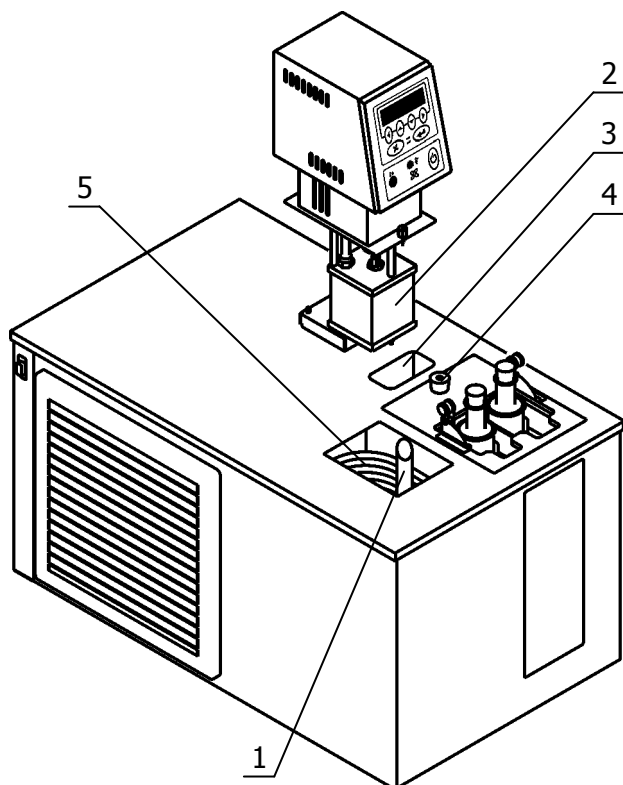
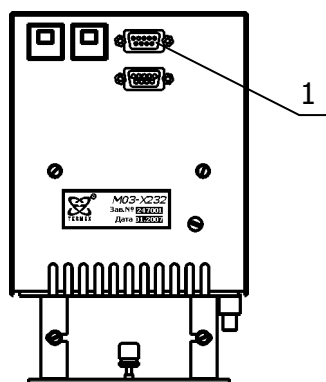
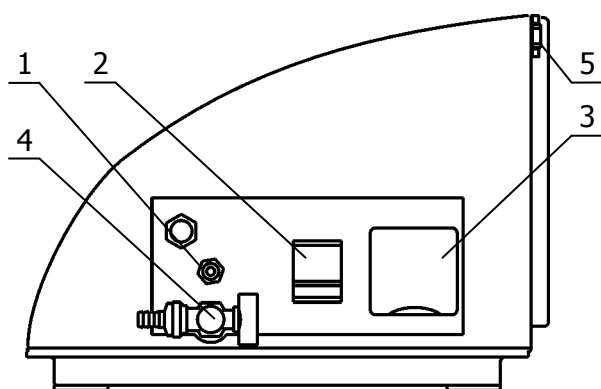

Рисунок 3 — Установка блока регулирования температуры
Рисунок 4 — Задняя панель блока регулирования температуры
Рисунок 5 — Задняя панель корпуса термостата
2.2.3 Вставить выходную трубку 1 (рисунок 3) в соединительную муфту в основании ванны термостата коническим концом вверх, как показано на рисунке 3. Блок регулирования резервуаром 2 насадить сверху на трубку 1, преодолевая при необходимости сопротивление витков теплообменника 5. Погрузить его в ванну до упора и зафиксировать винтовыми фиксаторами на крышке термостата. Соединить блок регулирования температуры (разъем 1, рисунок 4) и холодильную машину (разъем 5, рисунок 5) кабелем из комплекта поставки. К переливному патрубку 1 (рисунок 5) присоединить сливной шланг и опустить его в ёмкость объемом не менее 1.5 л для сбора излишков теплоносителя.
2.2.4 Заполнить ванны термостата теплоносителем (учитывая диапазон температур регулирования, 1.2.8) через одно из отверстий в крышке корпуса термостата. Заполнять ванны следует до момента начала слива теплоносителя из патрубка 1 (рисунок 5).
2.2.5 Вставить вилку сетевого кабеля блока регулирования температуры в розетку 3, расположенную на задней панели ванны термостата (рисунок 5). Подключить термостат к однофазной питающей сети напряжением 220 В. Для этого в лабораторном помещении должна быть установлена электрическая розетка из комплекта поставки термостата.
2.2.6 Светильник из комплекта поставки вставить в отверстие 3. Отверстие 4 предназначено для размещения контрольного термометра (рисунок 3).
2.2.7 Автоматический выключатель 2 перевести в положение включено (рисунок 5).
2.2.8 При проведении работ по очистке термостата, слить теплоноситель через сливной кран 4 (рисунок 5).